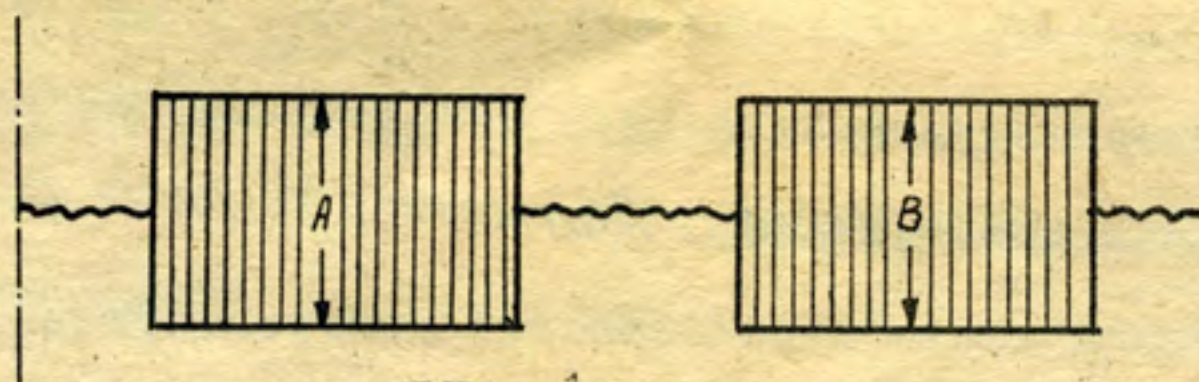
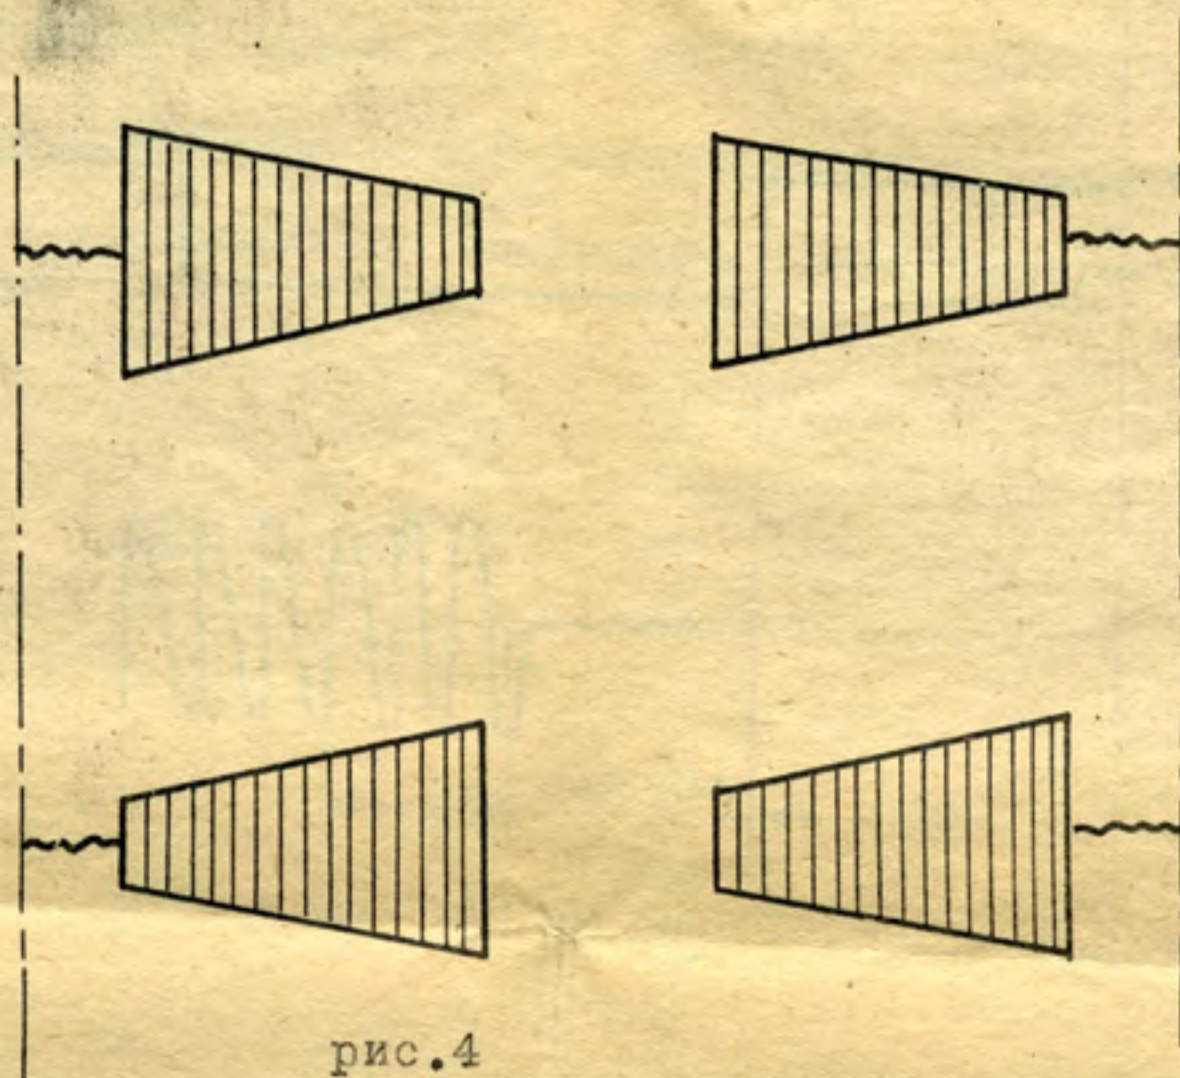

рис. 1
рис.4
3.1.6. Чувствительность осциллоскопа выбирается так, чтобы получилась ясная картина на его экране, похожая на указанную на рис.1
3.1.7. Если сигнал, согласно рис.1 не наблюдается на экране осциллоскопа или сильно отличается от него, с помощью механизма для настройки, считывающая головка продвигается вперед или назад.
3.1.9. Когда "прямоугольники", которые наблюдаются на экране осциллоскопа, отличаются чувствительно по форме от "прямоугольника" (рис.4), замок освобождается и контрольная дискета вынимается и ставится снова. Если при этом не получатся фигуры, близкие к "прямоугольникам", разгрузка и вывод повторяются несколько раз, пока получится картина, похожая на рис.1